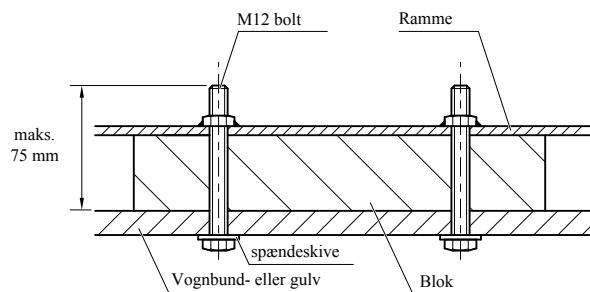

Fig. 8.3 Tværsnit
**Sørg for, at boltene ikke stikker mere end 75 mm op gennem vognbunden eller -gulvet (check, se fig. 8.3).